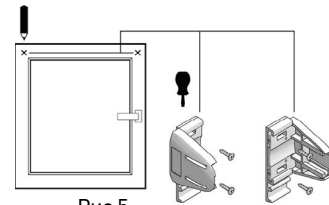

Рис.5
- 2.3. Разметить предполагаемые места крепления кронштейнов. Прикрутить кронштейны шурупами так, чтобы выступы у кронштейнов накладных для крепления дополнительного профиля располагались внизу (Рис. 5).